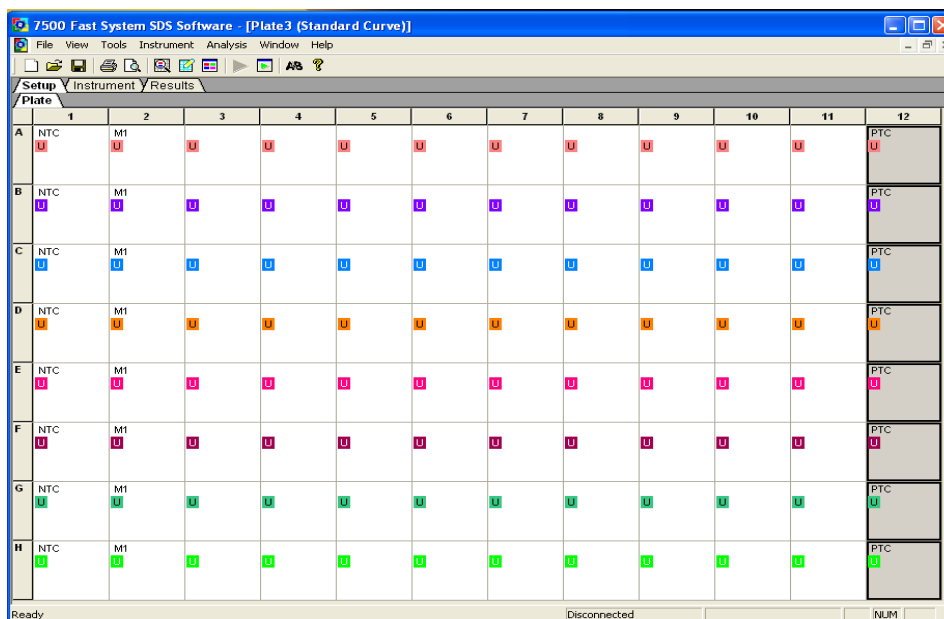

Figura 6.- Ingreso de los extractos a la platilla.
- En la pantalla aparece la plantilla elegida con los marcadores por detectar (Figura 6), en la cual se colocarán los números de los extractos que se analizarán.
registro correspondiente. Ingresar el nombre de los controles positivos en la columna correspondiente (Figura 6 y 7).